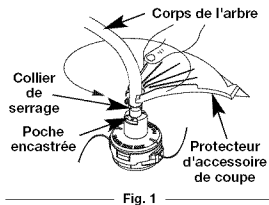

Fig. 1
1. Placez le protecteur d'accessoire de coupe sur le corps de l'arbre au-dessus de l'ensemble de bride (Fig. 1).